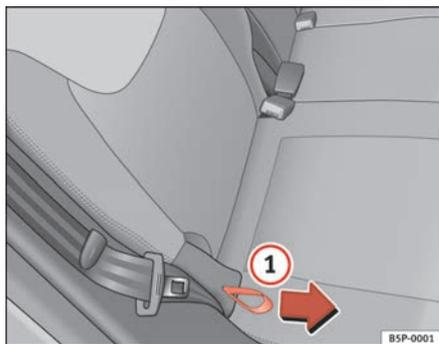

Fig. 97 Regular a inclinação do encosto, banco traseiro
- Segurar o encosto do banco, em cima. Puxar a pega lateral do banco ⇒ fig. 97 ① no sentido da seta e mantê-la nessa posição. Empurrar ao mesmo tempo o encosto para trás, para a posição pretendida e soltar a pega.